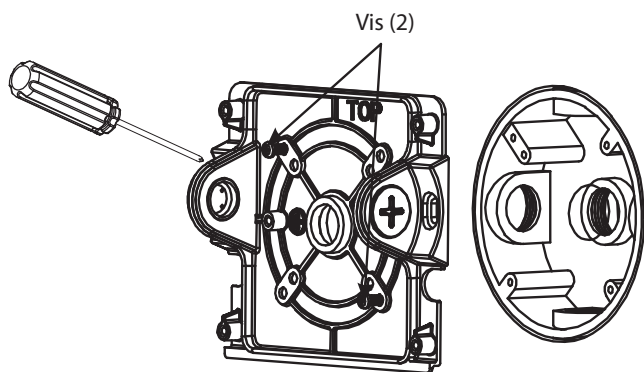
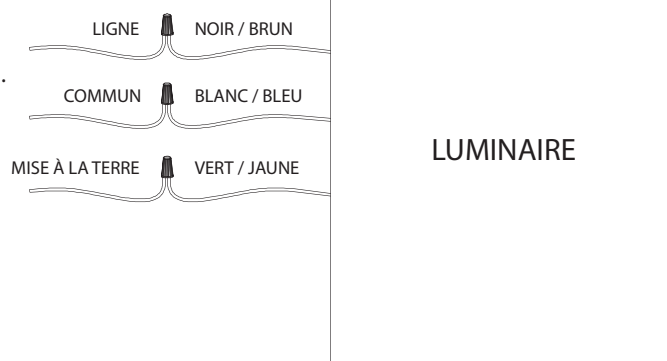

Fig. 5
Fig. 7
5. Monter la plaque arrière du boîtier sur la surface ou sur la boîte de jonction (fournie par d'autres) et la fixer avec (2) vis (fournies par d'autres) comme indiqué à la Fig.5.
6. Faire passer les fils d'alimentation par la plaque arrière du boîtier, comme indiqué à la Fig. 5. Relier les fils du boîtier aux fils d'alimentation à l'aide de connecteurs de fils homologués UL, conformément au NEC et aux codes locaux. (Fig.7)
Suivre les instructions de câblage de la Fig. 7.